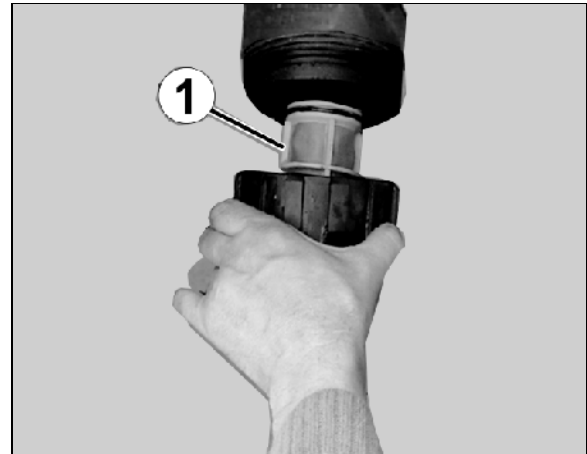

Bild 142
- Rengör sugfiltret (Bild 142) dagligen efter rengöring av fältsprutan.
- Smörj O-ringen nedtill på sugfiltret (Bild 142/4). Se till att O-ringen monteras korrekt.
1. Lossa locket på sugfiltret (Bild 142/2).
2. Ta ut locket med sugfilter (Bild 142/3) och rengör med vatten.